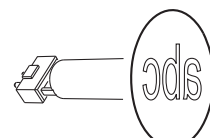

Figure 19. Orientation correcte des gobos
Les orientations montrées en Figure 19 sont correctes dans la plupart des cas. Toutefois, consultez votre revendeur Martin ou votre fabricant de gobos en cas de doute sur l'orientation d'une modèle particulier de gobo.
**L'orientation des gobos est critique. Consultez les explications de la Figure 19 avant d'installer un gobo.**
9. Insérez le nouveau gobo dans le porte gobo, côté le plus réfléchissant tourné vers le haut du ressort (voir Figure 22 et Figure 19).